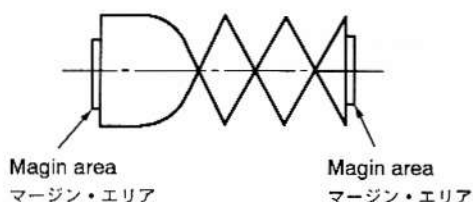

Fig. 3-3
- 1) Turn the P2 post (supply side guide roller) clockwise using a wrench until the margin area on the envelope (supply side) disappears, then turn the guide roller counterclockwise until the margin area reappears. (Refer to Fig. 3-3)
- 1) P2ポスト(入側ガイドローラー)を二股レンチにて右に回し、エンベロープの入側のマージン・エリア部が無くなるまで下げ、今度はガイドローラーを左に回し、マージン・エリア部が出るまで戻す。(Fig. 3-3参照)